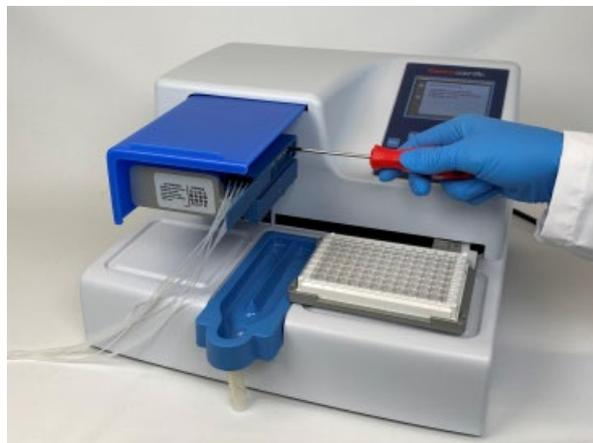

Figura 6–59. Cubierta de los tornillos de calibración abierta
6. Abra la cubierta de los tornillos de calibración (Figura 6–60) en la pieza superior del casete.